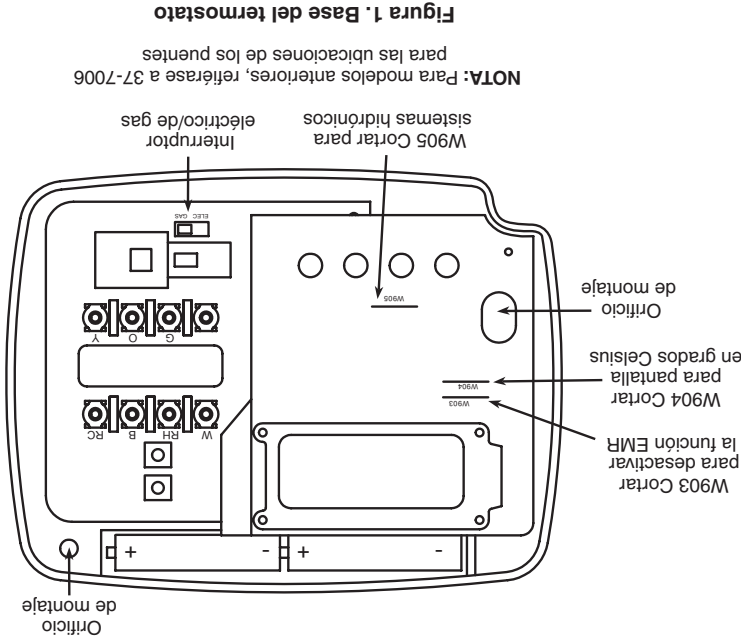

Figura 1. Base del termostato
- **CONVERTIBILIDAD °F/°C** — El ajuste predeterminado de fábrica es en grados Fahrenheit. Cortando el puente W904 en la placa de circuito (vea la figura 1) puede cambiar la configuración a grados Celsius.
Este termostato está configurado de fábrica para operar un sistema de aire forzado con combustible fósil (gas, aceite, etc.) de calor/frío. Esta configuración requiere un sistema que NO requiera que el termostato energice el ventilador en una llamada de calor. Si su sistema es un sistema eléctrico o de bomba de calor que REQUIERE que el termostato encienda el ventilador en una llamada de calor, ubique el interruptor GAS/ELECTRIC (vea la figura 1) y colóquelo en la posición ELECTRIC. Esto permitirá al termostato energizar el ventilador inmediatamente en una llamada de calor. Si no está seguro si el sistema de calefacción/refrigeración requiere que el termostato controle el ventilador, póngase en contacto con un servicio técnico de calefacción y aire acondicionado calificado.
Este termostato requiere 2 pilas alcalinas "AAA" para funcionar. Si aparece el mensaje **CHANGE BATTERIES** significa que las pilas tienen poca carga y deben cambiarse. Para obtener resultados óptimos, cambie las pilas una vez al año por pilas alcalinas nuevas de alguna marca líder como Duracell® o Energizer®. Para cambiar las pilas, instálelas a lo largo de la parte superior de la base (vea la figura 1). Las pilas deben instalarse con los polos positivos (+) hacia la derecha.
5. Fije la base a la pared sin ajustarla demasiado, como muestra la figura 1, usando dos tornillos de montaje. Ajuste la base hasta que quede bien nivelada y luego apriete los tornillos. (Esto es por razones estéticas solamente y no afectará el funcionamiento del termostato.) Si utiliza los orificios de montaje existentes, o si los orificios perforados son demasiado grandes y no le permiten ajustar bien la base, use anclajes plásticos para fijar la subbase.
Para desactivar el EMR, corte el cable de puente W903 (vea la figura 1). la hora indicada. temperatura ambiente alcance la temperatura fijada en la programación a energía (EMR). Esto hace que el termostato ponga en marcha el sistema de calefacción o refrigeración antes de la hora prevista para que la